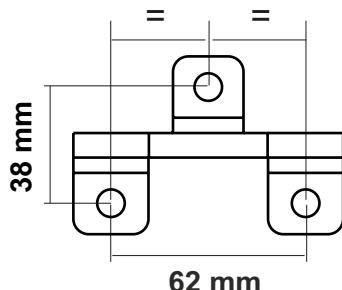

Fig. 31
- En tous cas, reportez-vous au tableau de perçage illustré à la Fig. 31